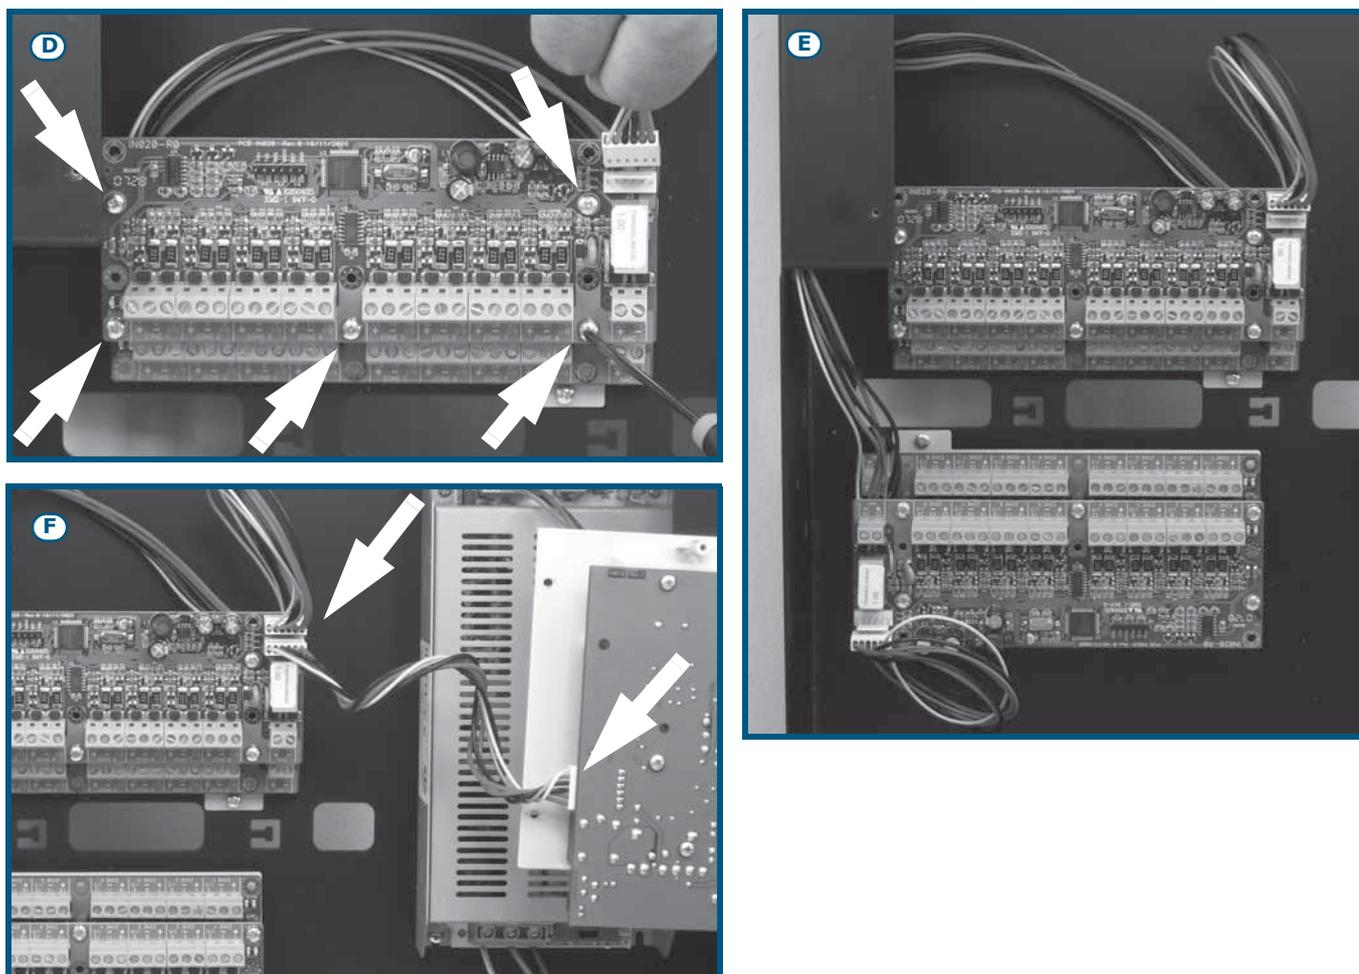

Figura 11 - Montaje del módulo de expansión - 2
6. Fijar el segundo módulo de expansión sobre las columnas metálicas (*Figura 11 - [D]*).
10. Conectar el tercer módulo con el segundo (*Figura 11 - [E]*).
11. Conectar el primer módulo con la central utilizando el correspondiente conector (*Figura 11 - [F]*).